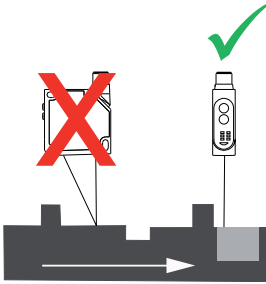

Abb. 4 Lineare Bewegung
- Die Bewegungsrichtung des Objekts sollte quer zur Frontscheibe des Sensors verlaufen (Abb. 4+5).